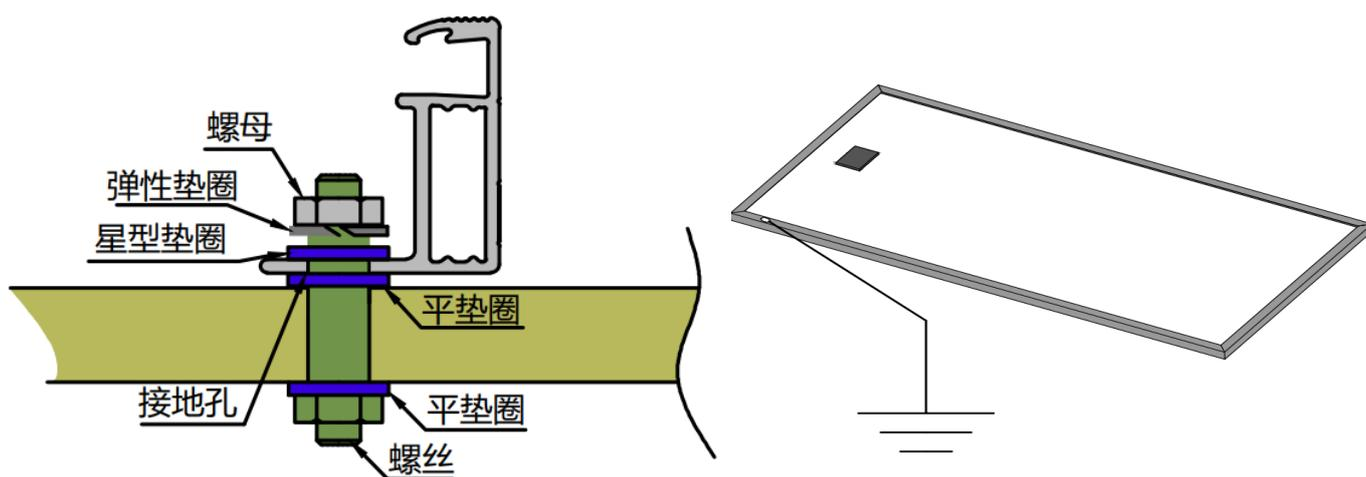

图11 组件接地图
- e) 所有组件都需按照国际或当地的电气法规规定接地。使用预留的接地孔将组件通过接地线连接到支架，注意在接地线与组件边框之间需使用不锈钢星形垫片(图11左)，此垫片用于避免不同金属接触而导致的腐蚀现象。拧紧螺丝，拧紧力矩要足够大，确保接地线不能用手拔出。用户可根据组件安装商建议自行选择接地方案；